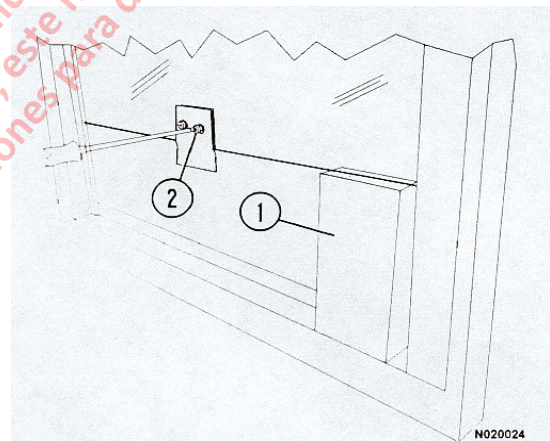

FIGURA 2-9.
Apoye el vidrio en el marco de la puerta tal como se muestra (1, Figura 2-9). Saque los pernos (2) que sujetan el adaptador para el riel regulador de la ventana.
El soporte (2, Figura 2-9) en la parte inferior del vidrio debe separarse del marco si aún está sobre el vidrio.
14. Baje el vidrio en el marco y apóyelo como se muestra en la Figura 2-9.
20. Sosteniendo el vidrio como se muestra en la Figura 2-9 (a pocas pulgadas desde la parte superior), instale los rodillos inferiores y superiores del regulador en sus rieles. Comience por alejar el panel de la puerta de la cabina (con el regulador) lo suficiente para dejar que los rodillos entren en sus rieles. Con los rodillos en los rieles, deslice el panel hacia la cabina. Mueva el panel lo justo para permitir que el rodillo del regulador superior entre al riel en la parte inferior del vidrio.